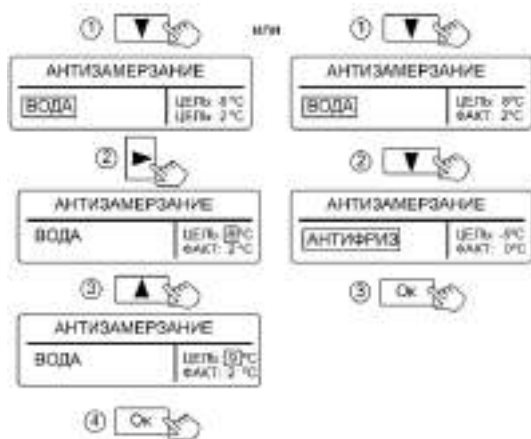

Рисунок 6. Настройка режима «АНТИЗАМЕРЗАНИЕ»
**10.1.1** При выборе в качестве теплоносителя **«ВОДА»** (см. рис. 6), нагрев теплоносителя производится на два градуса выше заданной величины.
Имеется возможность настройки температуры теплоносителя (см. рис. 6).